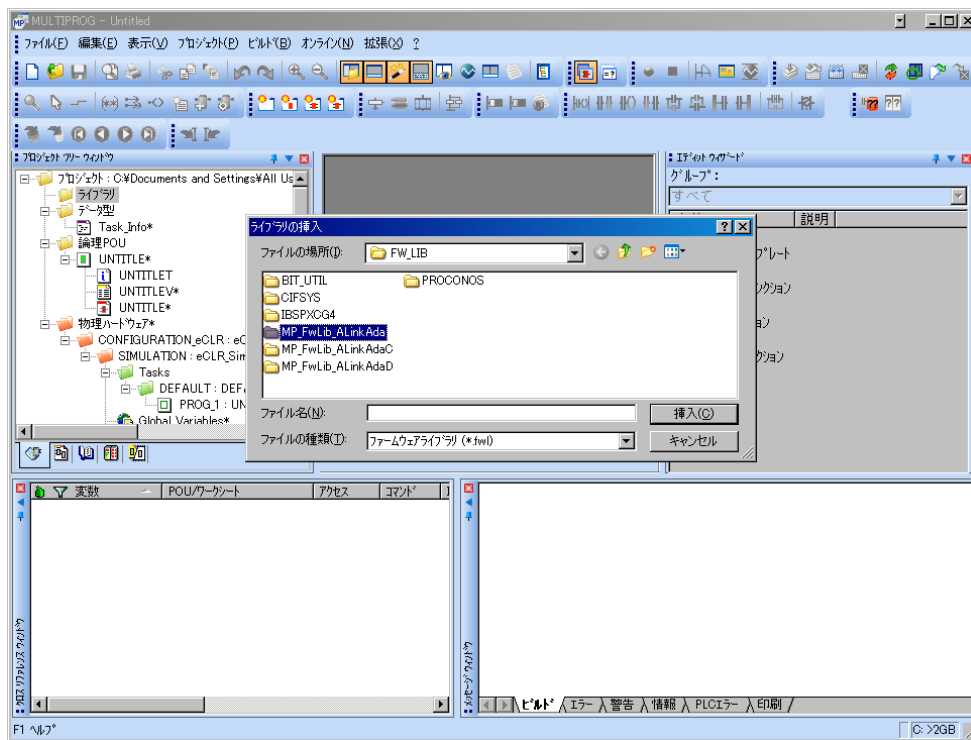

図 3-2-3. ライブラリ挿入画面②
③ 図 3-2-3 の画面が表示されますので、使用するファームウェアライブラリと同じ名前のディレクトリを選択してください。